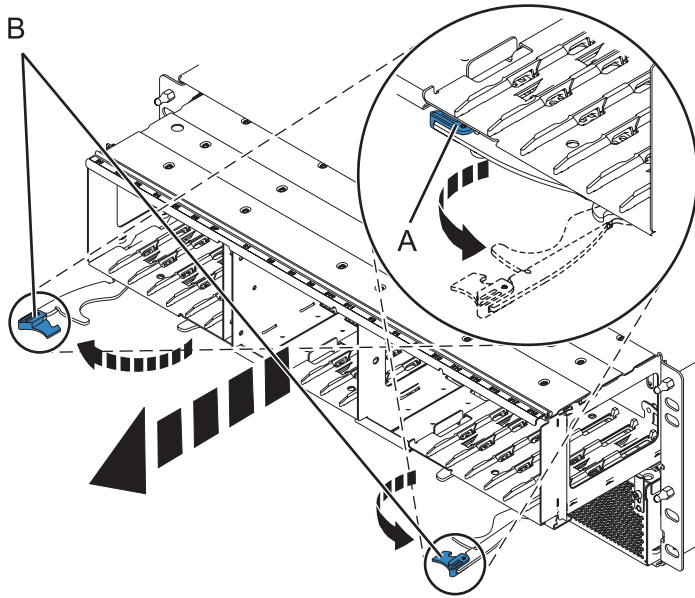

Figure 66. Retrait du fond de panier du boîtier
6. Retirez le fond de panier, comme illustré dans la figure 66, à la page 87.